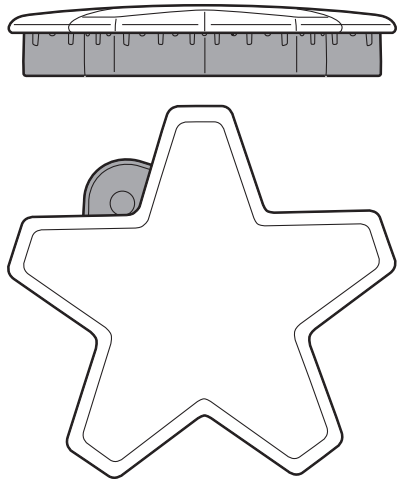
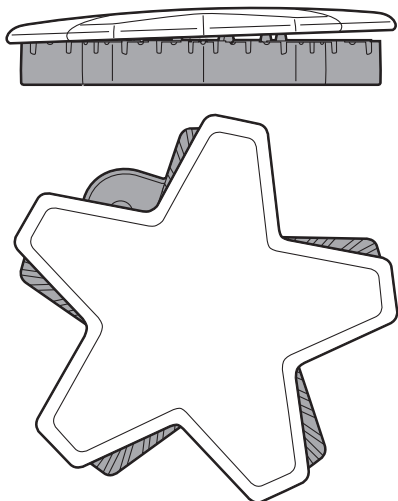

Figure 10 : Chapeau de brûleur correctement placé
Figure 11 : Chapeau de brûleur incorrectement placé
5. **Assurez-vous que les chapeaux des brûleurs STARmc sont bien posés sur leurs bases sur la table de cuisson** (Figure 10 et Figure 11 à la page 15). Allumez chaque brûleur pour vous assurer que la flamme est d'une couleur adéquate. Consultez la section « *Description de la flamme* » à la page 16 » pour plus de détails.
- Vérifiez chaque brûleur pour vous assurer qu'il n'y a pas d'espace entre le chapeau et la base du brûleur. Voir les *Figure 10* et *Figure 11* pour des exemples de chapeau de brûleur correctement ou incorrectement placés.
- Vous pouvez essayer de déplacer délicatement les chapeaux des brûleurs latéralement pour vous assurer qu'ils sont placés correctement sur leur base. Lorsqu'ils sont bien placés, les chapeaux des brûleurs sont droits sur la base et couvrent complètement la base du brûleur en forme d'étoile lorsque vous les regardez d'en haut, comme sur la *Figure 10*.